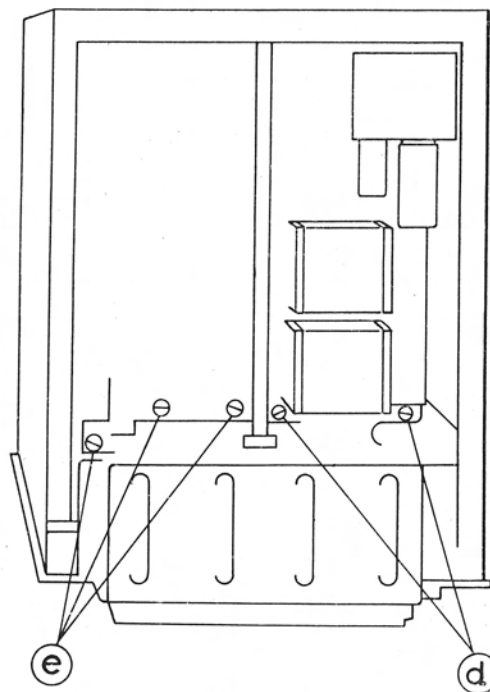

Fig. 22. — Vue du dessous du châssis
— Enlever les 2 vis à rondelle bloc-fort et à tête bombée (d) fixant le bloc émetteur (fig. 22).
- Enlever les 3 vis (e) fixant le bloc récepteur (fig. 22).